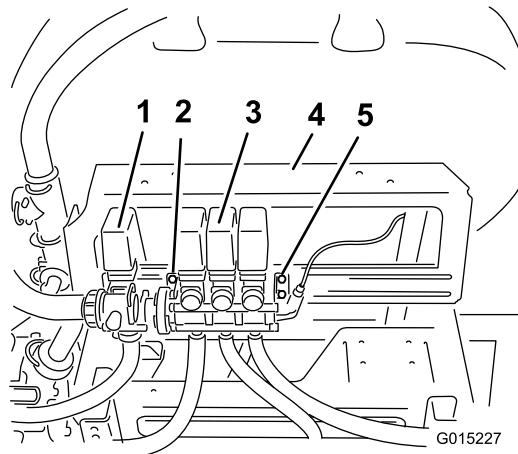
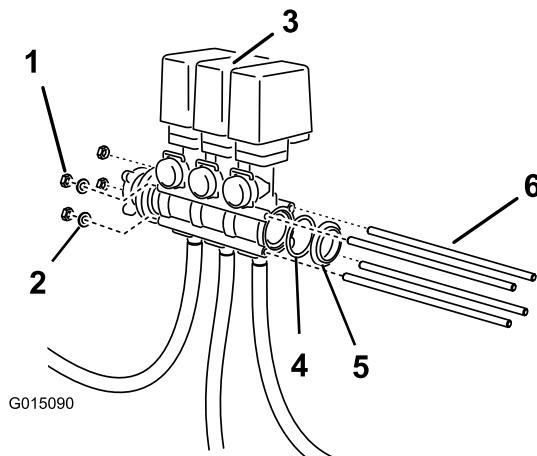

Figura 4
Figura 6
1. Afloje, pero no retire, los pernos que sujetan el conjunto de las válvulas de los brazos al soporte de montaje derecho (Figura 4).
8. Introduzca las varillas roscadas por los taladros de los cuerpos de las válvulas de desvío de los brazos, y en el caso de las 2 varillas más próximas al rail de montaje, por el soporte de montaje izquierdo (Figura 4 y Figura 6).